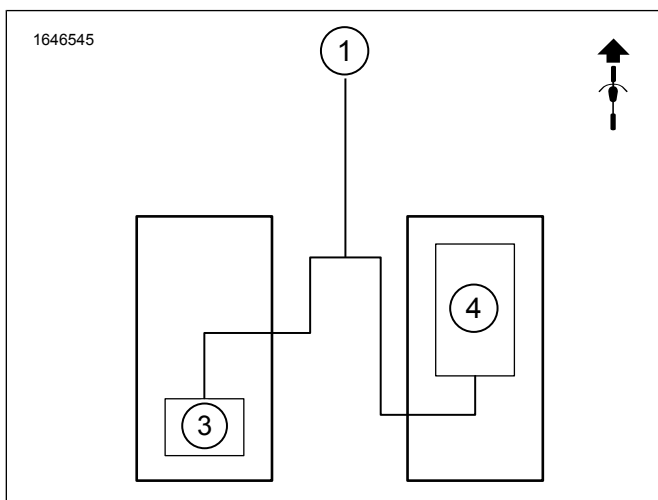
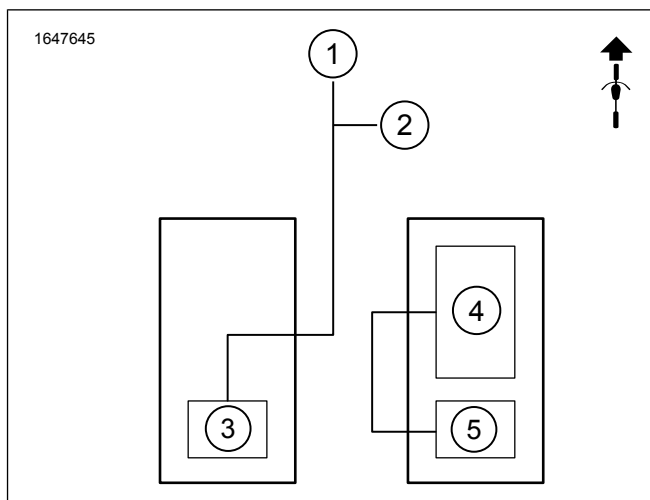
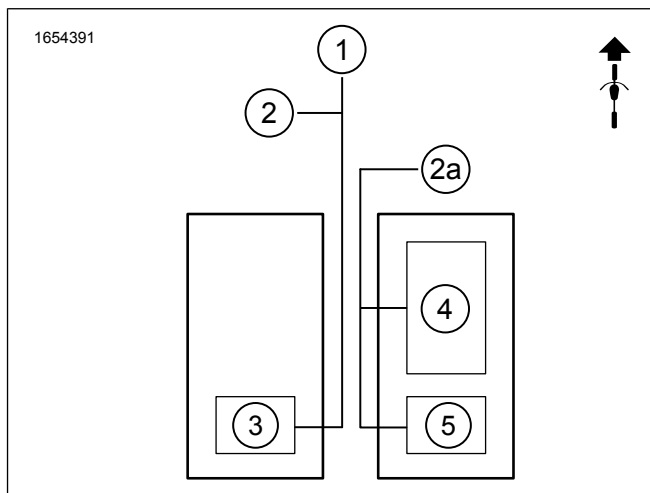
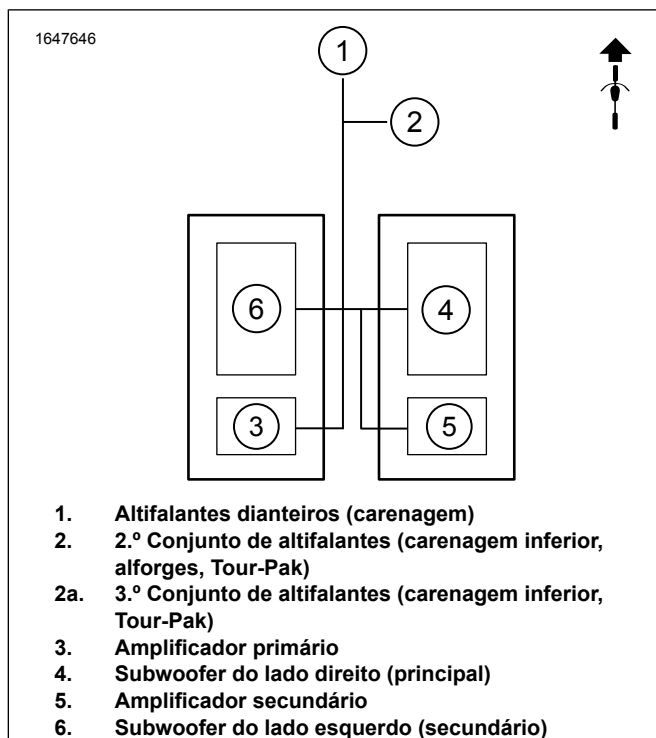

Figura 3. Subwoofer único, Amplificador único, Dois Altifalantes
Figura 4. Subwoofer Único, Amplificadores Duplos, Quatro Altifalantes
Figura 5. Subwoofers Únicos, Amplificadores Duplos, Quatro Altifalantes
Figura 7. Subwoofers Duplos, Amplificadores Duplos, Quatro Altifalantes
Ver Figura 3, Figura 4, Figura 7 e Figura 5. Os sistemas de subwoofer requerem dois canais do amplificador (os amplificadores são quatro canais), pelo que a instalação de kits de subwoofer primários e secundários só pode funcionar com dois ou quatro sistemas de altifalantes. Os seis sistemas de altifalantes só funcionarão com o kit de subwoofer primário.
- a. Ver a Figura 3. Para a configuração do subwoofer único, do amplificador único e dos dois altifalantes. O conector do chicote necessitará ser religado. Consulte Religação do Chicote 69203031. A falha na religação do conector resultará na ausência de áudio. **NOTA:** Se forem adicionados altifalantes de alforge após a instalação do subwoofer, a configuração original do chicote 69203031 terá de ser utilizada. Fios nas cavidades um e quatro.
- b. Conector do chicote do amplificador primário [351A] (áudio out). Ver a Figura 3. **Equipado com um subwoofer único, amplificador único, dois altifalantes.**
- c. Conector do chicote do amplificador secundário [352A_1] ou [352A_2] (saída de áudio). Ver a Figura 4. **Equipado com subwoofer único, amplificadores duplos, quatro ou seis altifalantes.**